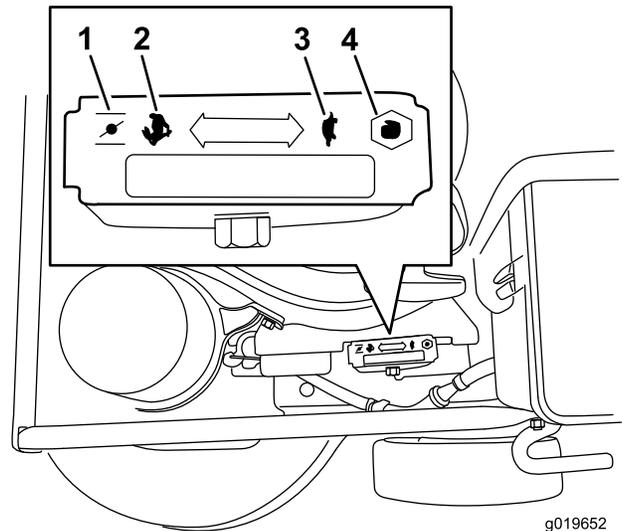

Figura 12
3. Desloque a alavanca do regulador para a posição Choke (Figura 12).